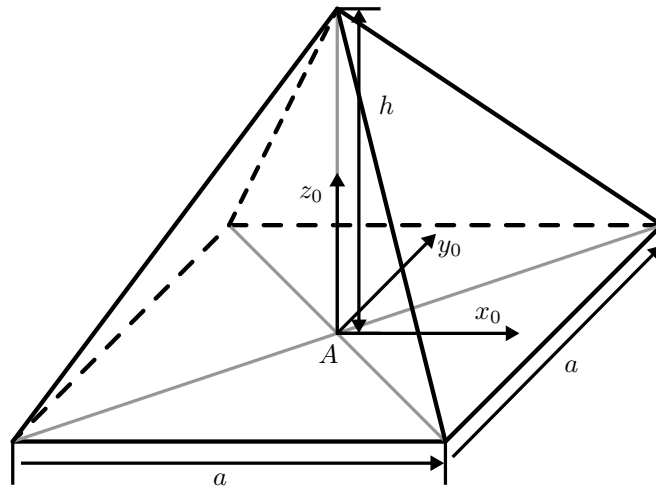

Abb. 2: Zur Bestimmung des Schwerpunkts.
- a) Bestimmen Sie für die Pyramide aus Abbildung 2 den Vektor \mathbf{p}_0^S zum Schwerpunkt S . Gehen Sie dabei von einer konstanten Dichte ρ aus. | 3 P